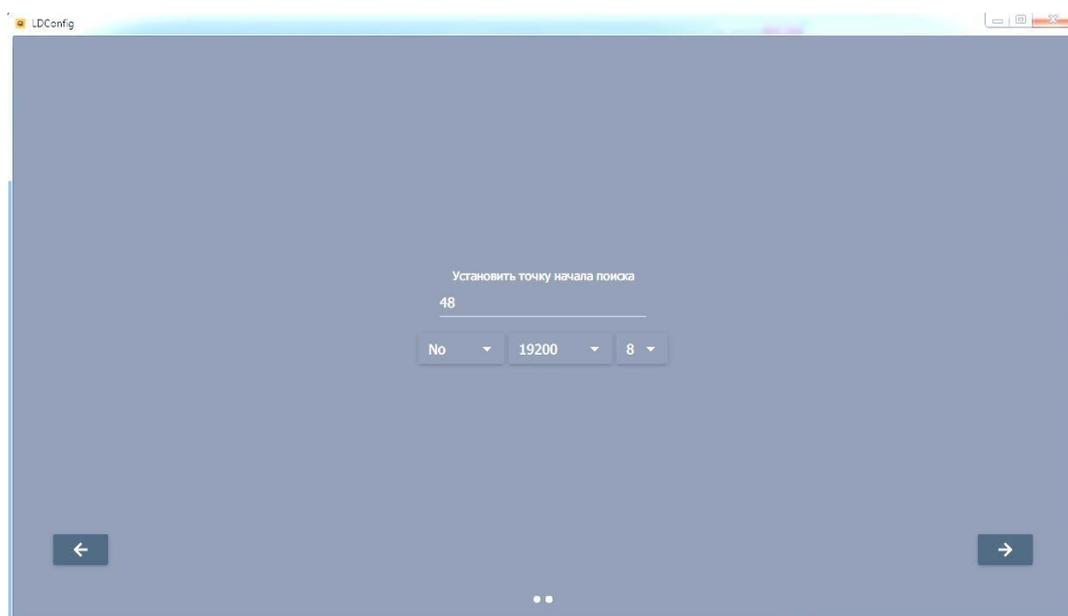

Рисунок 6
- в соответствующих колонках выберите нужные значения **ЧЕТНОСТИ**, **СКОРОСТИ**, **БИТЫ ДАННЫХ**, нажмите **ПРОДОЛЖИТЬ «→»** (Рис. 6);